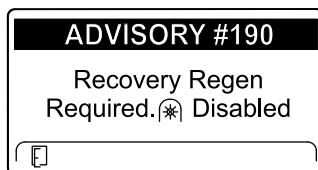

Figure 46
- Régénération d'urgence requise – prise de force désactivée AVIS N° 190 (Figure 46)